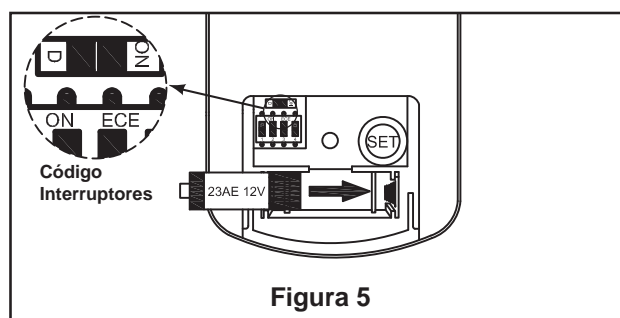

Figura 5
5. Afloje las tuercas de ajuste de la unidad de la placa de iluminación. Guárdelas para volver a colocarlas en el siguiente paso. (Figura 5)
- 5. Conmutador “D” y “ON”:** La selección “ON” es la selección regulable de luz y debe ser utilizada con todas las bombillas menos con las bombillas CFL. La selección “D” es la encender solo la luz (sin la función de regulación) y debe ser utilizada con bombillas CFL, ya que estas no pueden ser reguladas. El receptor ofrece la siguiente función protectora: (Figura 5)